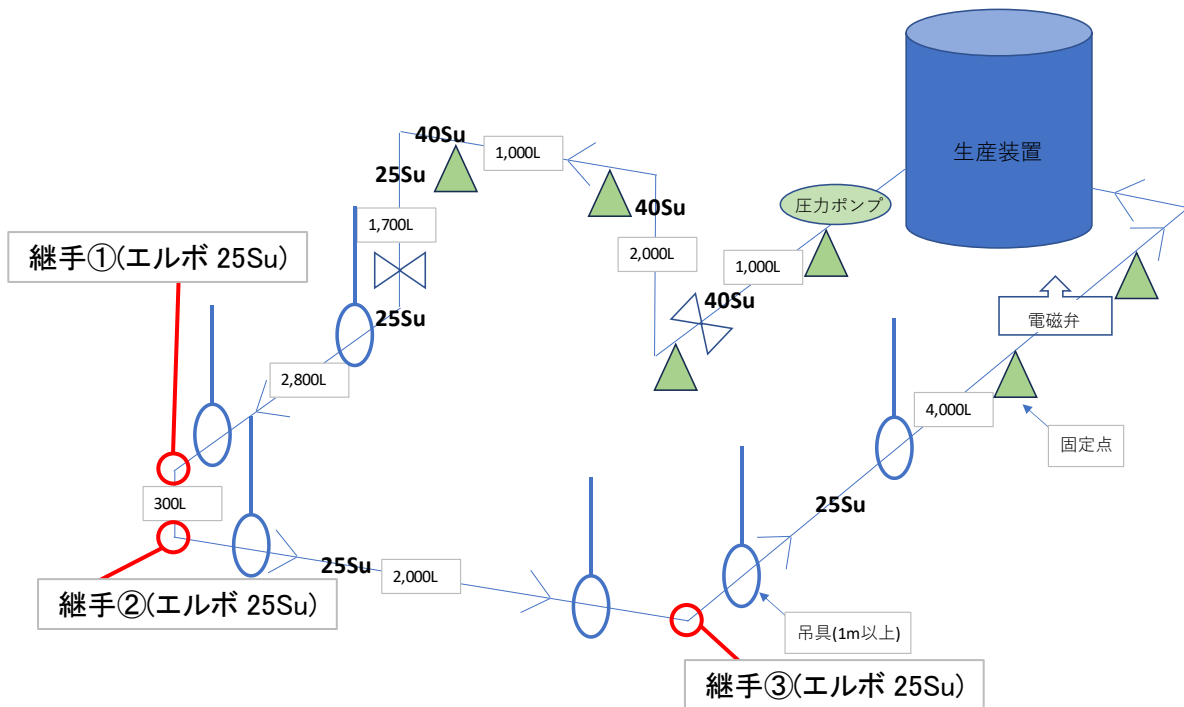

図 4-16 ウォーターハンマー試験 I 概略図
ウォーターハンマーによる振動を想定し、電磁弁を使用して強制的にウォーターハンマーを発生させ、配管経路に設置された継手の袋ナットの緩みを確認する。図 4-16 の通りの試験配管を組み、継手①、②、③（図 4-16 赤丸部）について評価を行う。